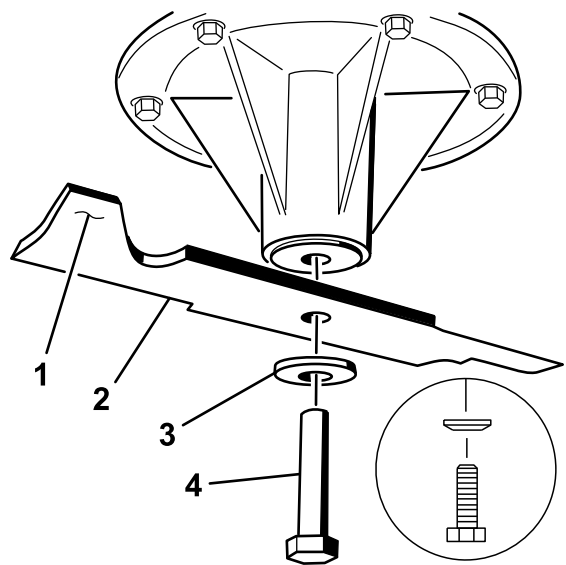
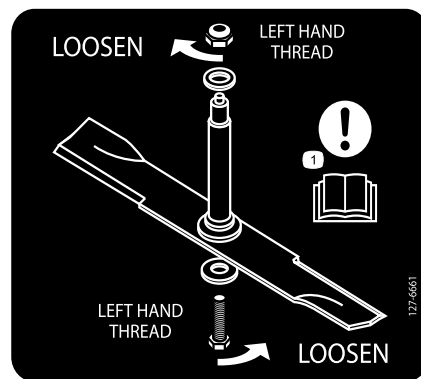

Figure 114
Figure 115
2. Enlevez des axes des lames gauche et centrale, le boulon de lame, la rondelle bombée et la lame (Figure 114).
3. Enlevez de l'axe, le boulon de la lame droite (fileté à gauche), la rondelle bombée et la lame (Figure 114).
Remarque: Notez le type de lame et sa position de montage. Voir la Figure 115 pour la position correcte.
Important: La lame droite de ce tablier de coupe est contrarotative et utilise un boulon à filetage à gauche. Reportez-vous à la Figure 115 pour positionner correctement les lames du tablier de coupe.
1. Reposez sur les axes, les lames gauche et centrale, les rondelles bombées et les boulons de lame (Figure 114 et Figure 115).
Remarque: Orientez le cône de la rondelle bombée vers la tête du boulon (Figure 114).
2. Posez sur l'axe, la lame droite, la rondelle bombée et le boulon de lame (fileté à gauche) (Figure 114 et Figure 115).